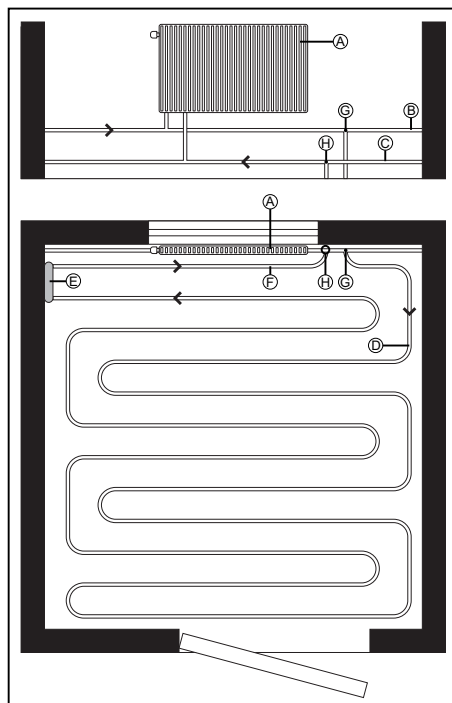

Bild 4. Principskiss för rördragning.
- Eftersom det kan bli stor temperaturskillnad mellan golvvärmekretsens början och slut ska golvvärmerören monteras i s.k. "dubbel-slinga" med ett c/c-avstånd på 150 mm. För att underlätta förläggningen av golvvärmeslingan bör en skiss över slingan och rummet göras, enligt exempel i "Bild 4." (observera flödesriktningen som anges av pilarna).
- Spänn sedan fast röret med kopplingen på minikretsventilens retur (8). Drag åt ordentligt med skiftnyckel.
- Dra röret den kortaste vägen till den tidigare bestämda anslutningspunkten för radiatorkretsens returledning (se "Bild 4." punkt (F)). Kapa röret med tillräcklig kapmån för inkopplingen mot det befintliga värmesystemet, inkopplingen bör utföras av fackman. Röret ska kapas med rörsax eller mattkniv. Observera att snittet ska vara vinkelrätt och snittytan ren och slät.
- Spänn sedan fast röret med kopplingen på minikretsventilens tillopp (5). Drag åt ordentligt med skiftnyckel.
Trampa ned röret i golvvärmelisten och lägg slingan i s.k. "dubbel-slinga", enligt principskissen ("Bild 4."). När installationen är klar ska c/c-avståndet mellan rören vara 150 mm.
När hela golvytan är täckt med golvvärmrör (max 35 m rör) ska röret kapas med tillräcklig kapmån för inkoppling mot det befintliga värmesystemets tillopp (se "Bild 4." punkt (G)). Inkoppling bör utföras av fackman.